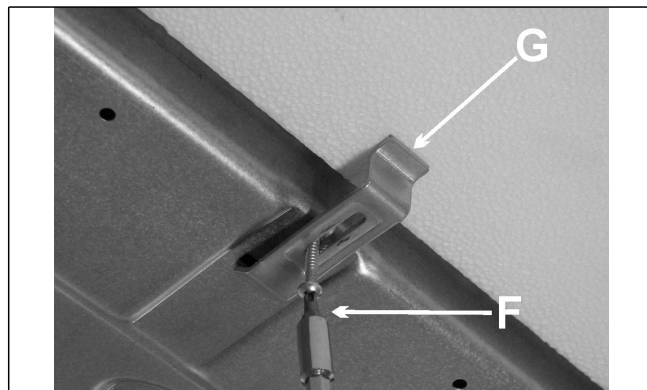

РИС. 12
- Установите варочную поверхность в отверстие для встраивания и закрепите ее соответствующими винтами "F" крепежных петель "G" (см. рис. 12).